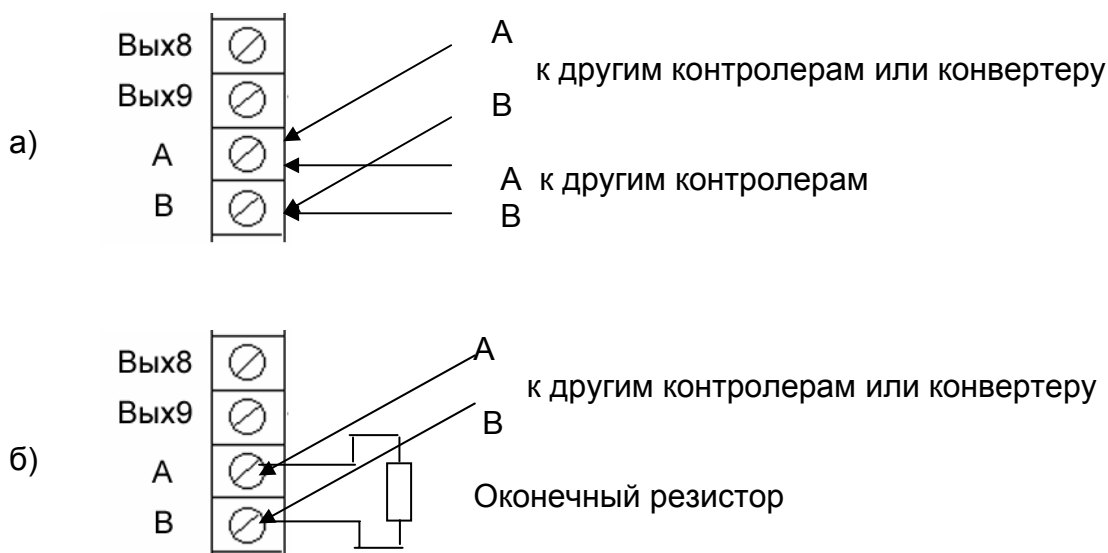

Рис.1. Объединение контроллеров в сеть по RS-485
Подключение контроллера находящегося в середине магистрали необходимо производить согласно рис.1а. Подключение контроллера в конце магистрали производить согласно рис.1б.
7.10 После окончания монтажа кабелей связи и подключения исполнительных устройств необходимо произвести установку перемычки на плате контроллера: в зависимости от выбранного режима работы контроллера. Назначение перемычки поясняет рис.1.